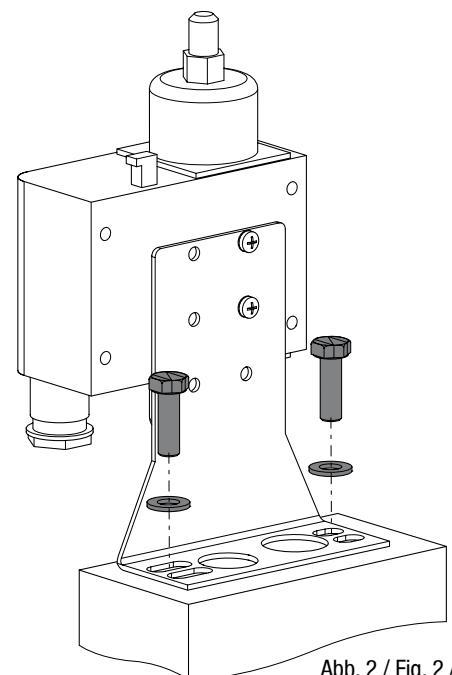

Abb. 2 / Fig. 2 / Fig. 2
- Öldrucksicherheitsschalter festschrauben (Abb. 2).
- Screw oil pressure safety switch tightly (fig. 2).
- Visser le pressostat de sécurité (fig. 2).